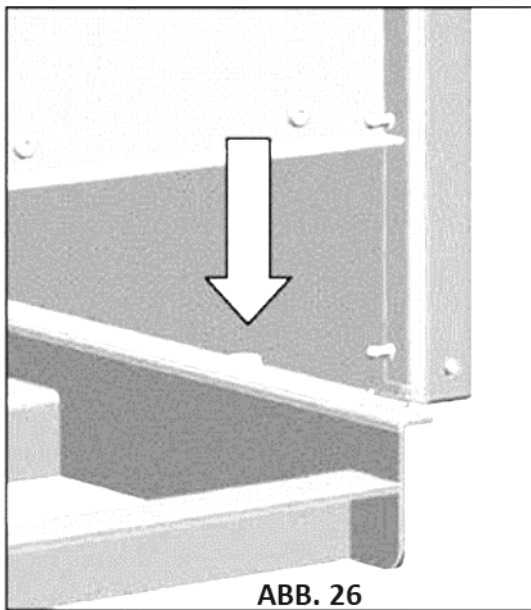

ABB. 26
3. Den unteren Teil des Gestells vom Herd entfernen (entfernen Sie die beiden Muttern, mit denen das Blechgestell am Herd befestigt ist). (Abb. 26, 27 u. 28).